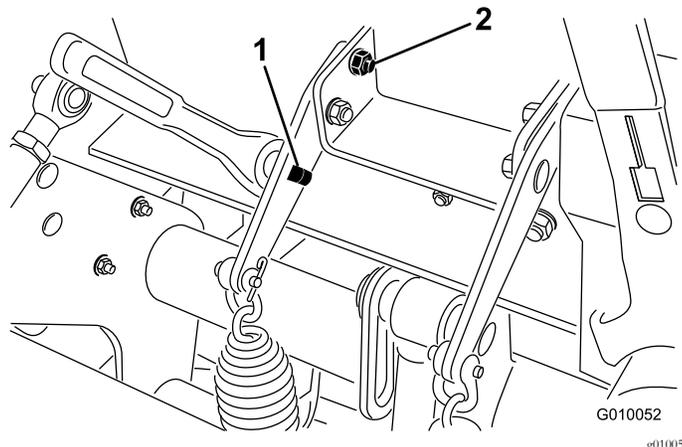

Рисунок 37
3. Вставьте на 1/2 дюйма ключ-трещотку или длинный торцевой ключ в квадратное отверстие планки пружины (Рисунок 37).